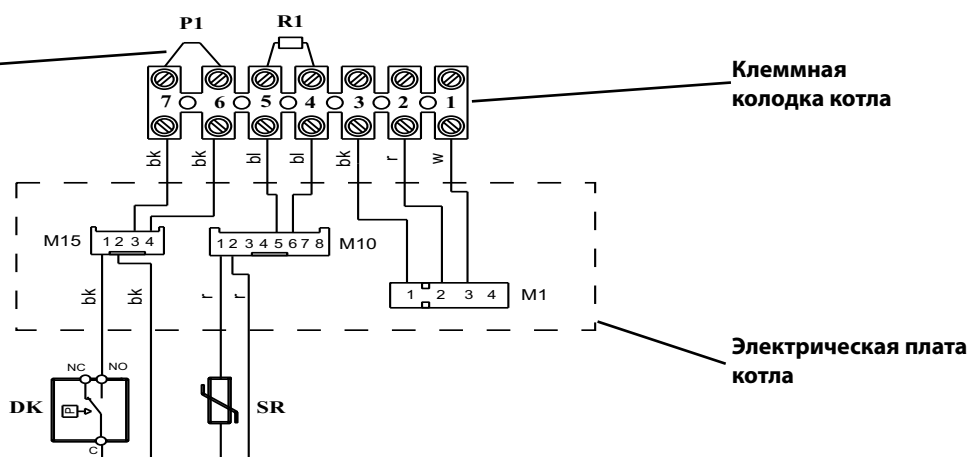

рис. 6
- отсоединить диодный мост **P1** между зажимами 6 и 7 клеммной колодки котла (рис. 6);